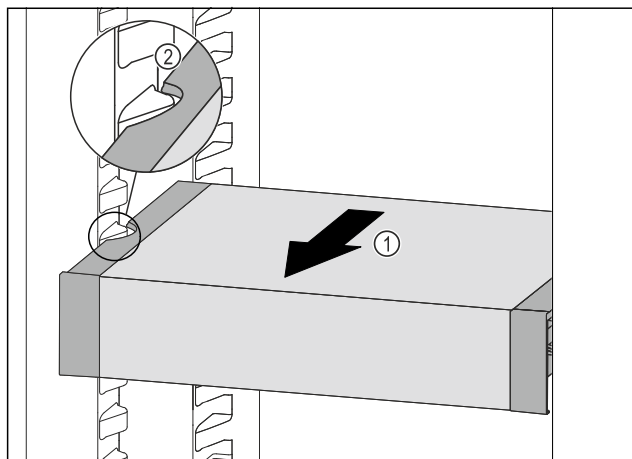

Fig. 55
- Dra VarioSafe framåt Fig. 55 (1) tills sidofördjupningarna på VarioSafe är i samma nivå som behållarlisterna i kyldelen. Fig. 55 (2)